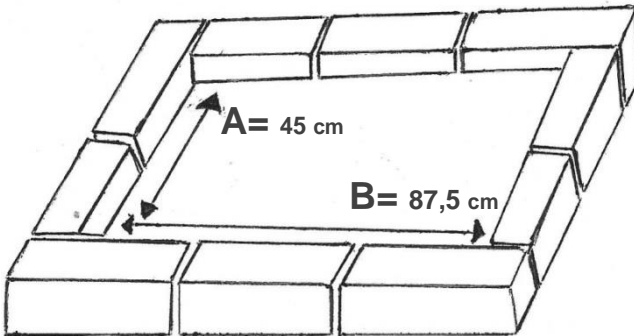

Figure 12 : Schéma de coffrage d'une dallette de défécation avec des parpaings
- Les coffrages peuvent être réalisés en chevrons de 8 x 8, en portions de planches ou encore en briques (*Figure 12*);